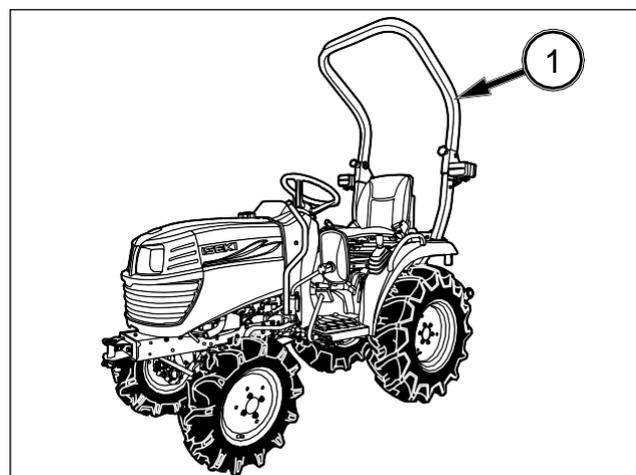

FIG. 77
FIG. 77: Este tractor está provisto de un arco de seguridad del tipo ROPS (1) y de un cinturón de seguridad. El cinturón de seguridad debe usarse en todo momento mientras se utilice el tractor y el arco de seguridad debe permanecer en posición levantada y bloqueada.